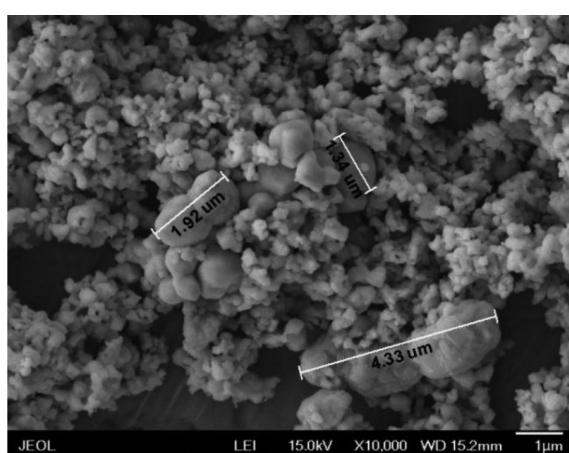

图 A.3 碳化钨粉末夹粗(10 000 \times)
7.2.5 若在低倍视场下发现碳化钨粉末夹粗,放大到 $5\ 000\times\sim 10\ 000\times$ 观察碳化钨粉末夹粗,测量并记录碳化钨粉末夹粗的数量和尺寸,参见图A.3。